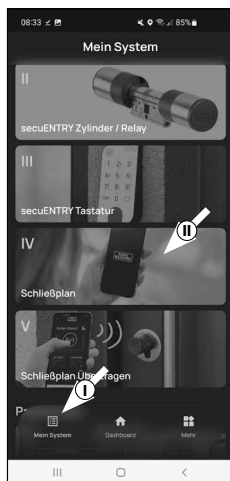

Fig. 1
- ① Ouvrez le menu « Mon système » (I) (Fig. 1)
- ② Appuyez sur le quatrième élément du menu « IV - Plan de fermeture » (II) (Fig. 1).